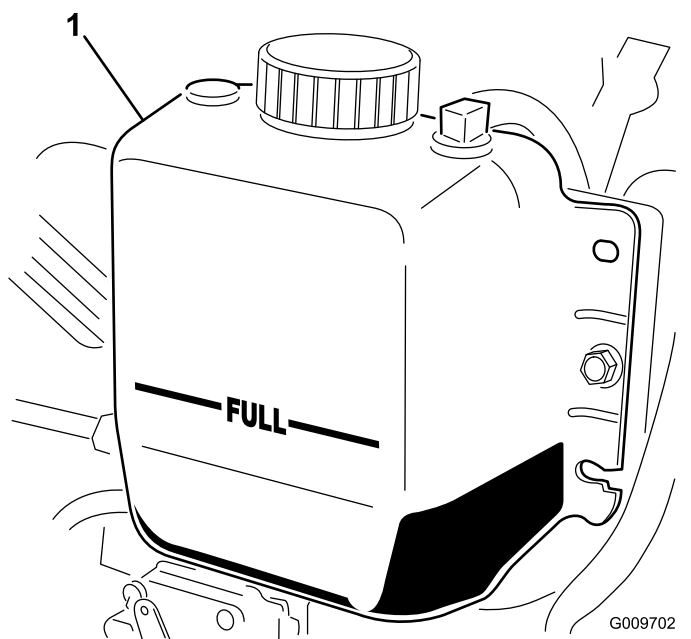

图 70
3. 检查散热器冷却液液位。散热器中的冷却液应添加至加液口颈的顶部而膨胀水箱中的冷却液应添加至已满标记处图 70。